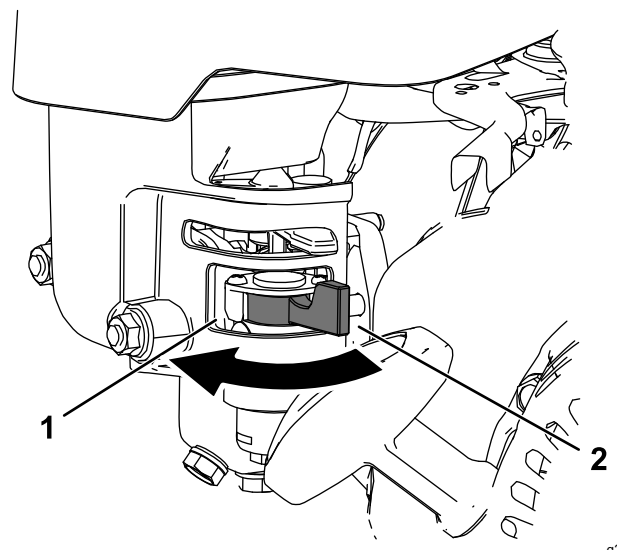

Figure 18
- Pour ouvrir le robinet d'arrivée de carburant, tournez le levier vers la poignée du lanceur (Figure 18).